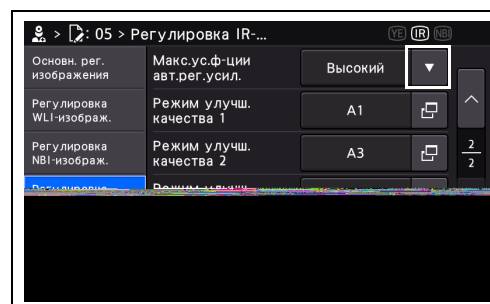

Рис. 4.7
- 6 Коснитесь кнопки «Сохранить». (См. рис. 4.7)